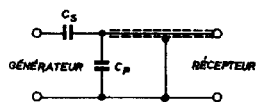

Fig. 5
- Capacité du câble comprise (Fig. 5)